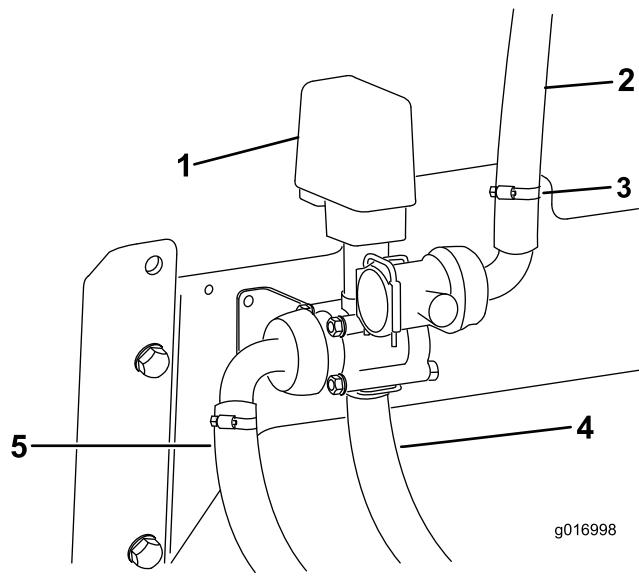

図 5
7. **41009の場合**：スプレーヤにすでにについているボルトを使って、機体の所定位置に攪拌バルブ・アセンブリを取り付け（図 5）、その後にキットのホースと攪拌ホースと給液ホースをアセンブリに取り付け、それからホースクランプで固定する。